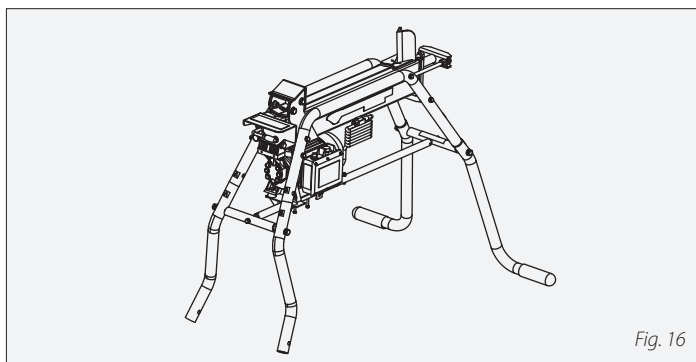

Fig. 16
- 9** Après avoir attaché la barre centrale aux pieds, serrer toute la visserie à l'aide de clés de taille correspondante. Voir **figure 16**. La hauteur de l'étrier de support du moteur doit à présent être ajustée de telle manière que le moteur repose sur le dessus du support de moteur. Voir **figure 17**.